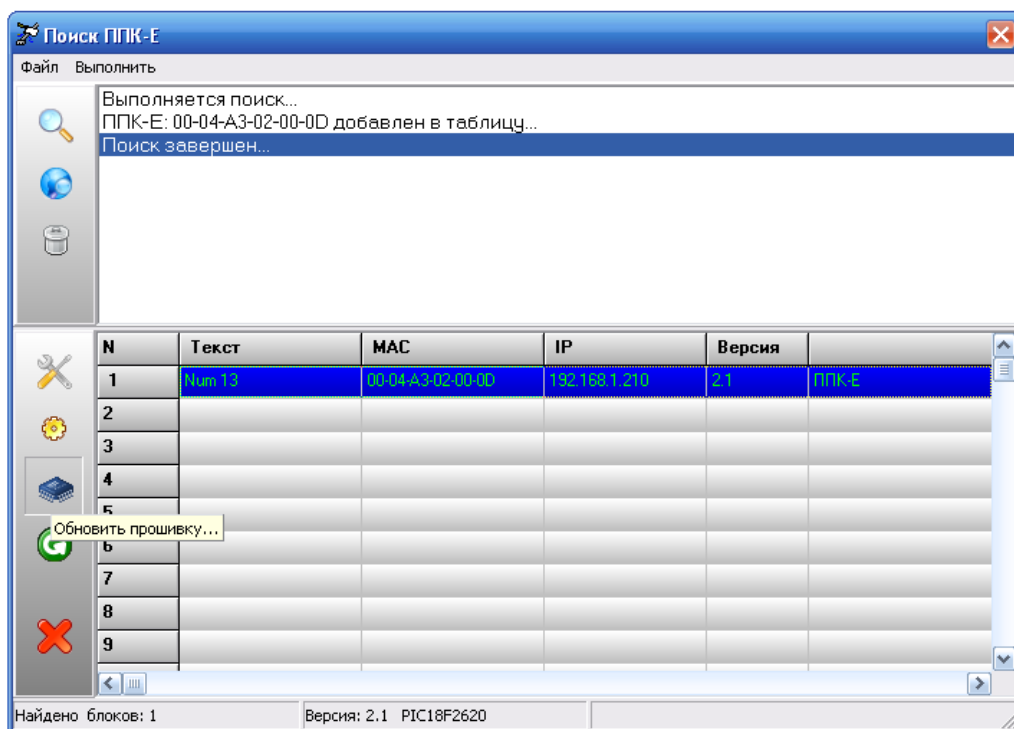

Рисунок 61 – Начало обновления программы ППК-Е
2. Выделите ППК-Е в списке, который требует обновления программного обеспечения, и нажмите кнопку «Обновить прошивку» на панели управления в левой части окна (см. Рисунок 61).